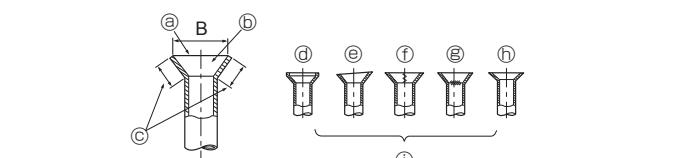

Fig. 5-6
5.2.5. Comprobación (Fig. 5-6)